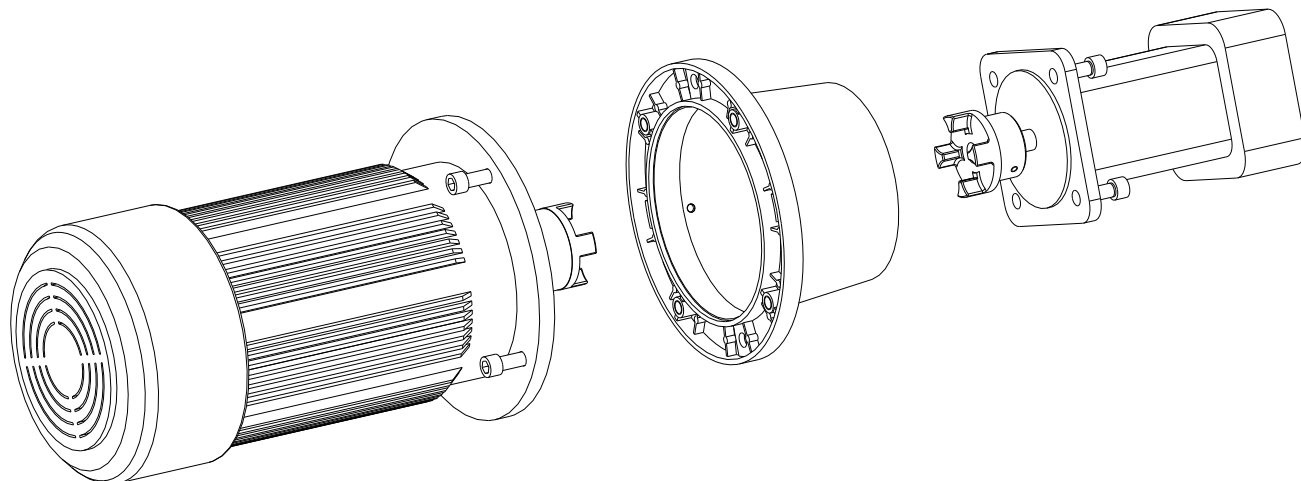

Fig. 3: Montaggio motore elettrico e/o pompa con lanterna
- La lanterna va applicata e avvitata alla centratura del motore/della pompa (fig. 3). Per il fissaggio della lanterna al motore, si devono utilizzare **esclusivamente** gli appositi fori filettati.